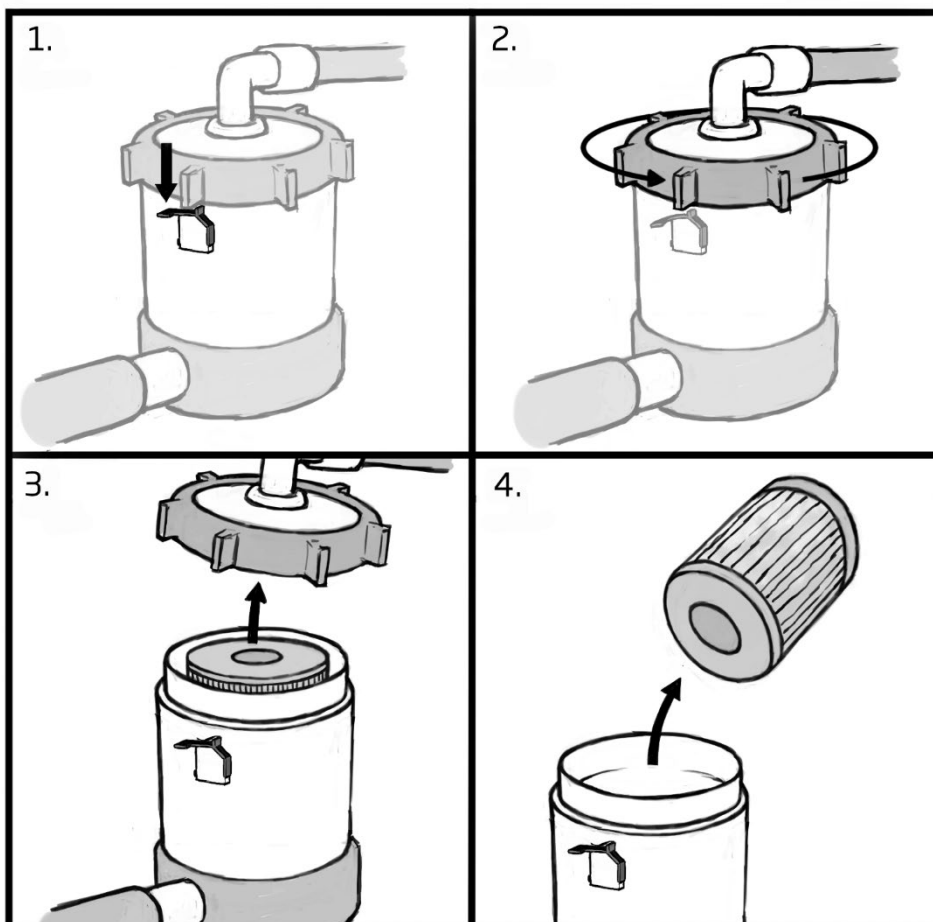

Abbildung 6
5. Öffnen Sie den Verschlussring (1-2, Abbildung 6), indem Sie zunächst vorsichtig die schwarze Verschlusshalterung nach unten drücken und danach den Verschlussring entgegengesetzt zum Uhrzeigersinn drehen, der Spannungring kann straff sitzen.
6. Abdeckung öffnen (3. / Abbildung 6)
7. Entfernen Sie die Filterpatrone und reinigen Sie bei Bedarf das Gehäuse (4. / Abbildung 6)